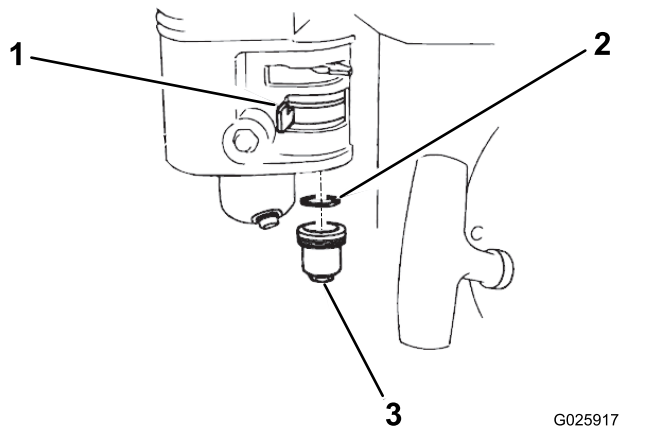

图34
1. 将燃油切断阀移至“关闭”位置，然后取出燃油沉淀杯和 O 形圈（图34）。